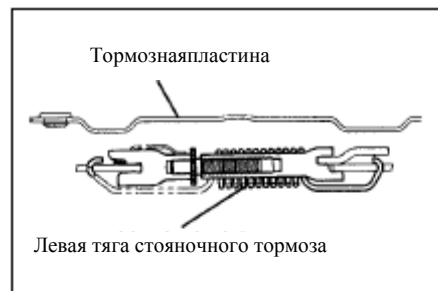

Рис. 308
- (1) Установите на переднюю тормозную колодку возвратную пружину.(рис. 308)